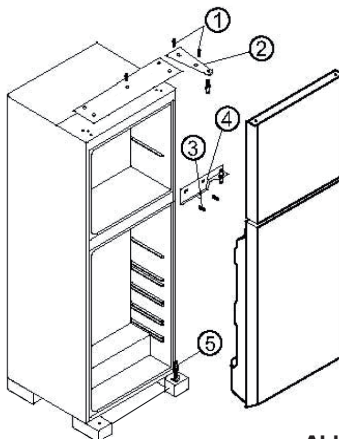

Abb. 1
- Drehen Sie die Schrauben aus, um das Scharnier auszubauen (Abb. 1, Nr. 1 und 2), bauen Sie die Tür des oberen Fachs aus und legen Sie sie an einem sicheren Ort ab.
- Lockern Sie die Befestigungsschrauben der unteren Tür und bauen Sie die mittlere Halterung aus. (Abb. 1, Nr. 3 und 4)
- Heben Sie anschließend die untere Tür am Scharnierzapfen an (Abb. 1, Nr. 5), bauen Sie sie aus und stellen Sie sie an einem sicheren Ort ab.